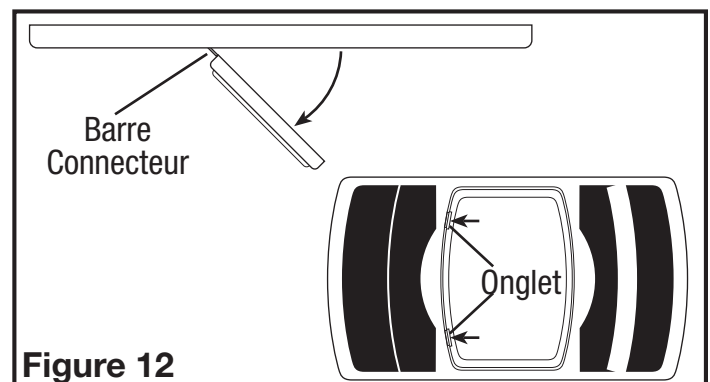

Figure 12
2. Enlever la grille de la boîte et ouvrir la section lentilles de lampe en poussant sur les deux onglets des lentilles de lampe et en tirant vers l'extérieur des lentilles. Les lentilles basculeront en position ouverte sur les barres connecteurs. NE PAS enlever les lentilles de la grille (**Figure 12**).
6. Fermer les lentilles de lumière et fixer en place en les basculant en position et en pressant les onglets en place (**Figure 12**).
3. **Remplacement de l'ampoule** : Débrancher l'alimentation de l'unité. Ouvrir les lentilles de lumière en poussant sur les deux onglets et en la tirant vers l'extérieur des lentilles. Les lentilles basculeront en position ouverte sur les barres connecteurs. NE PAS enlever les lentilles de la grille (**Figure 12**).